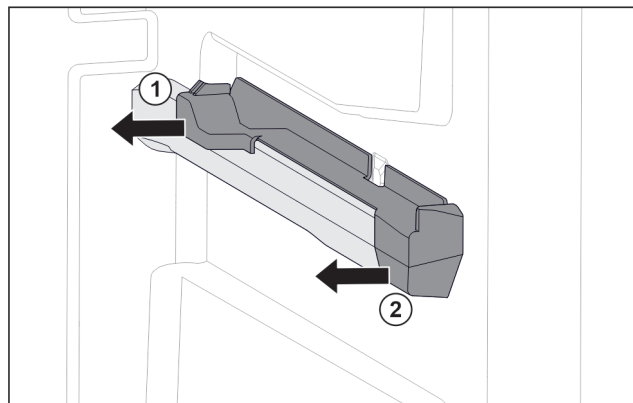

Fig. 103 Element nasadzany na prawym żebrze pojemnika
- ▶ Odciągnąć element nasadzany z tyłu w bok. Fig. 103 (1)
- ▶ Odciągnąć element nasadzany z przodu w bok. Fig. 103 (2)